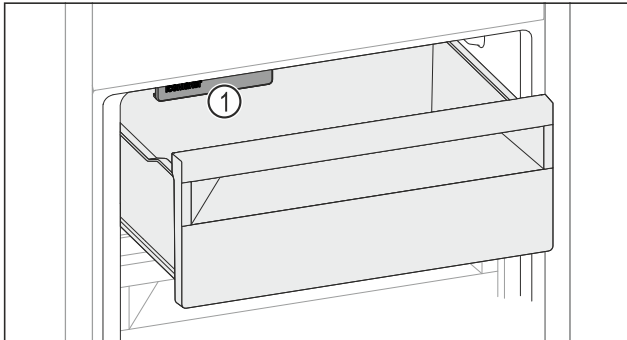

Fig. 182
- Tenez compte de l'IceMaker Fig. 182 (1).